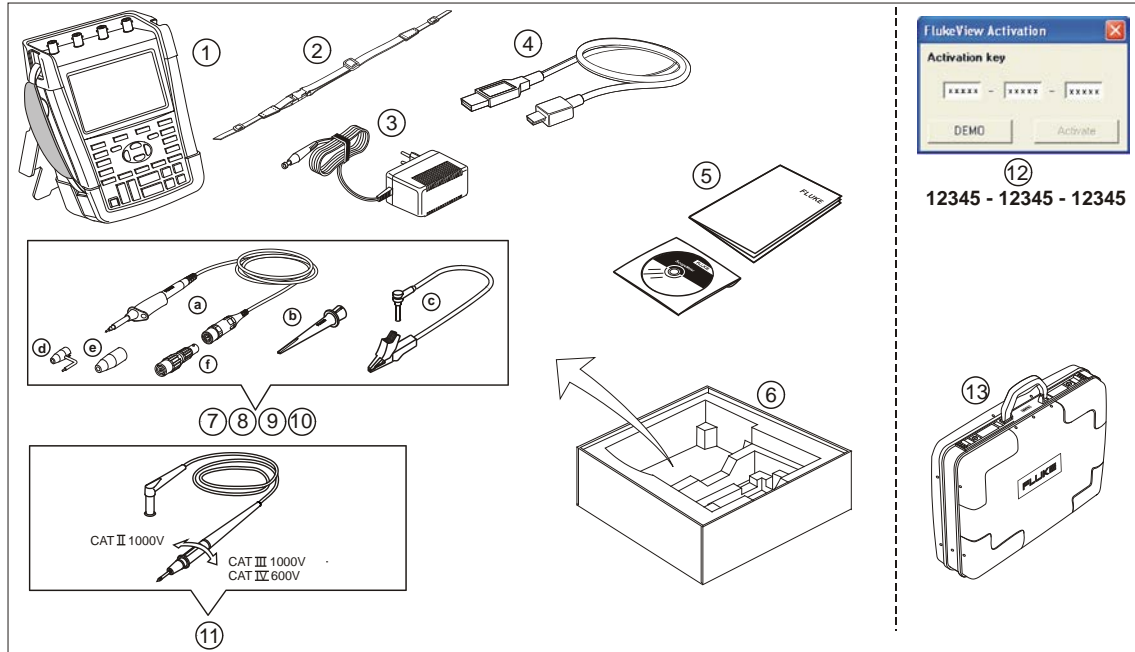

Abbildung 1. ScopeMeter-Messgerätsatz
- Verbinden Sie die Massefeder (Abb. 1, Pos. d) nicht mit Spannungen, deren Spitzenwert mehr als 42 V (30 Veff) gegenüber der Schutzerde beträgt.
- Stellen Sie beim Gebrauch des Massebezugsleiters zusammen mit einem beliebigen Tastkopf sicher, dass sich die schwarze Isolationshülse (Abb. 1, Pos. 10e) auf der Messspitze befindet.